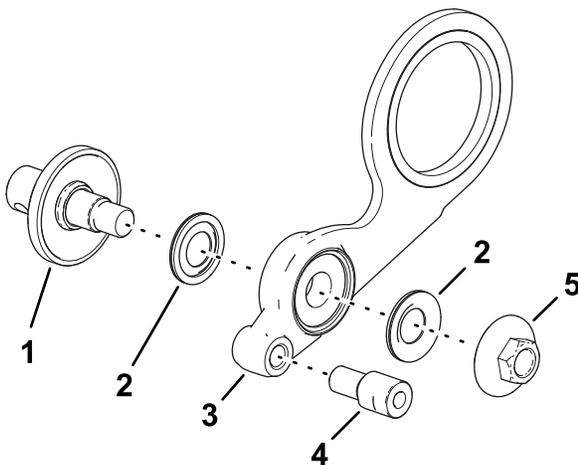
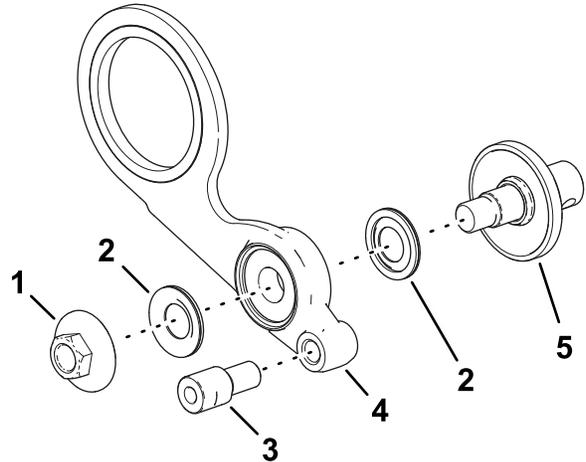

Figura 15
Figura 16
1. Monte el conjunto de mangueta, las 2 protecciones de cojinete y la tuerca con arandela prensada en el conjunto tensor, como se muestra en la Figura 15.
**Nota:** Monte la mangueta y la tuerca con arandela prensada (Figura 16) en el lado
2. Monte el collar de ajuste en el orificio roscado del conjunto tensor (Figura 15 o Figura 16).